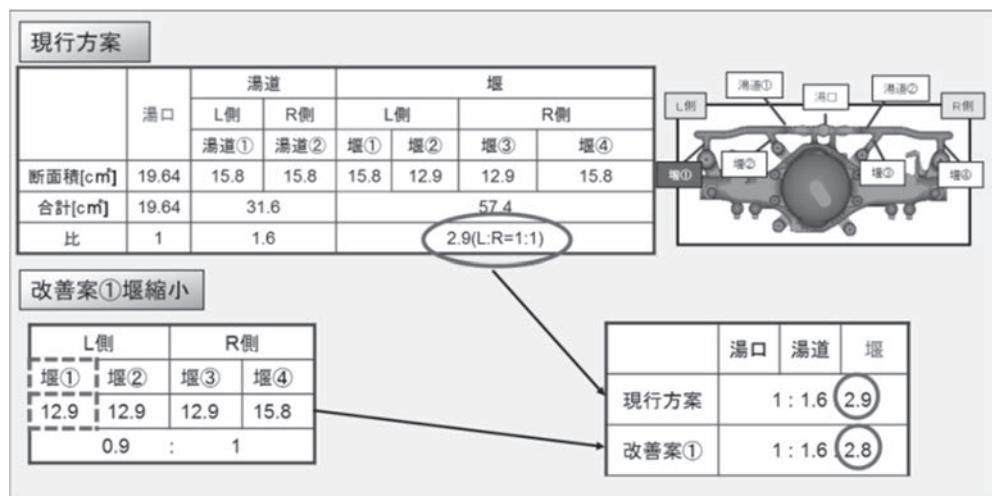

Fig. 9 対策検討
そこで、堰①の堰を絞ることでL側の流量少なくし、流量をR側へ近づける事を対策として実行した。(Fig. 9)